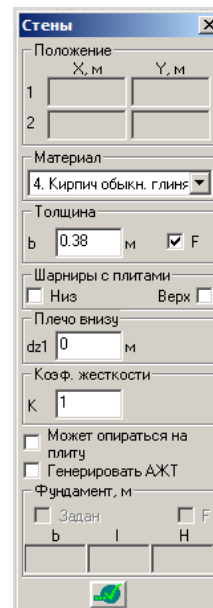

Рис. 10.2.2. Окно диалога **Стены (Свойства элементов)**
- В открывшемся окне диалога **Стены** (рис.10.2.2) выполните следующие действия: